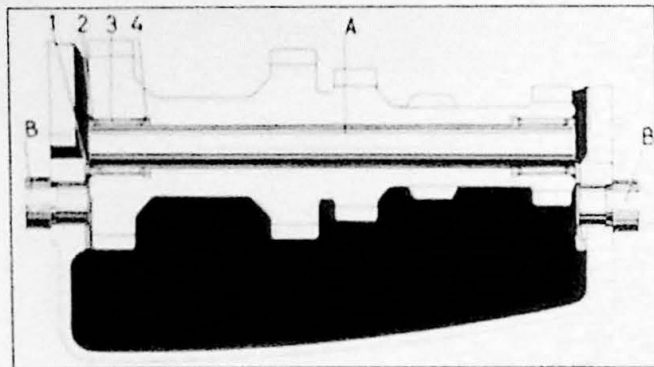

Fig. 6.18. Montage tussentandwiel.
3. Maak de plaatjes bij het huis vast met vet. Schuif ze naar de juiste plaats met SVO 2302 (tot en met 1970) resp. SVO 2908 (vanaf 1971) (Fig. 6.18). Leg het tussenwiel op de bodem van de bak.